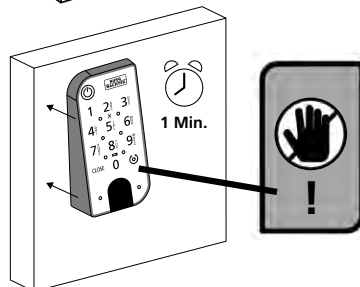

Abb. 116
- 4 Drücken Sie die Tastatur etwa eine Minute gegen die Wand (Abb. 116).